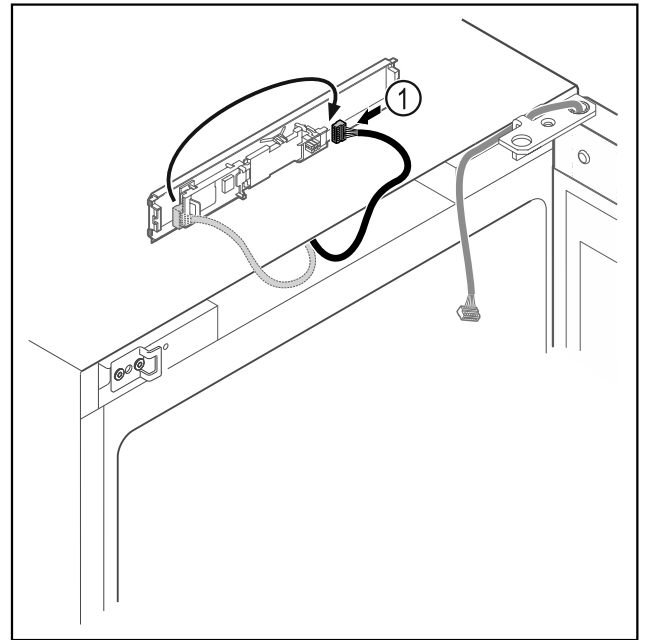

Fig. 18
- Stekker Fig. 18 (1) op printplaat verwisselen.